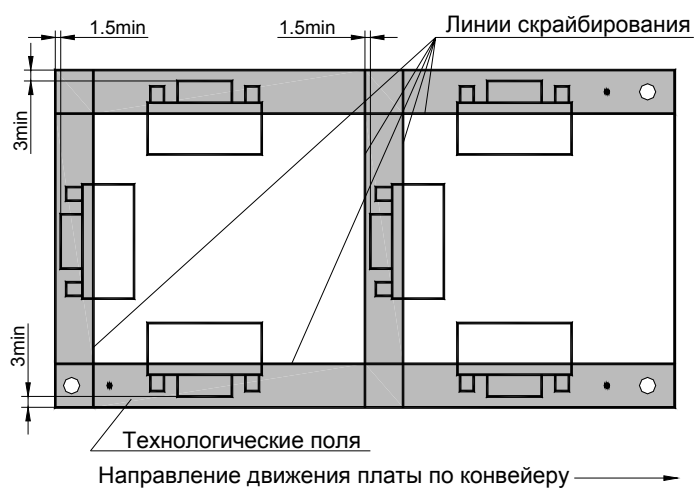

Рис. 6.4 Групповая заготовка с дополнительными технологическими полями.
8. Если по краю модулей располагаются угловые разъемы или другие компоненты, у которых корпус выступает за пределы платы, необходимо спроектировать дополнительное технологическое поле (Рис. 6.4).